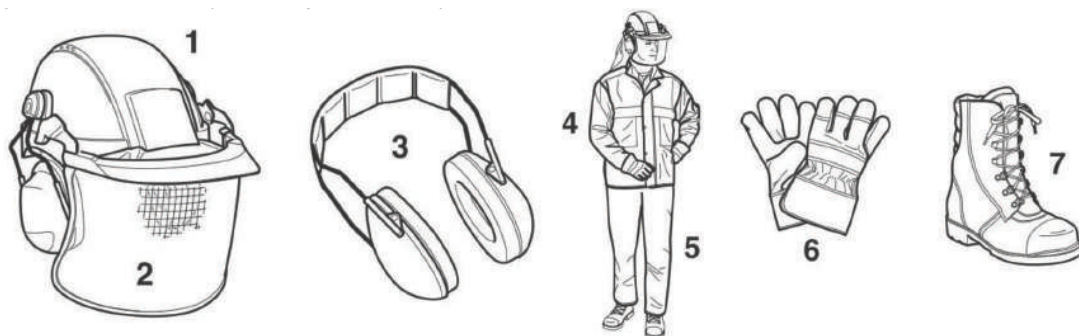

Рис. 1
**- Для защиты от повреждения головы, глаз, органов слуха, рук, ног, следует обязательно применять описанные ниже средства индивидуальной защиты (рис. 1).**